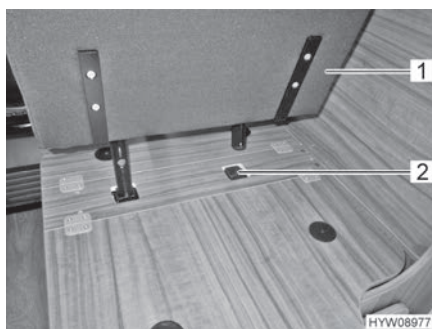

Fig. 35 Enchufar el asiento de enchufe en el soporte
- Enchufar el asiento de enchufe (Fig. 35,1) en el soporte (Fig. 35,2).